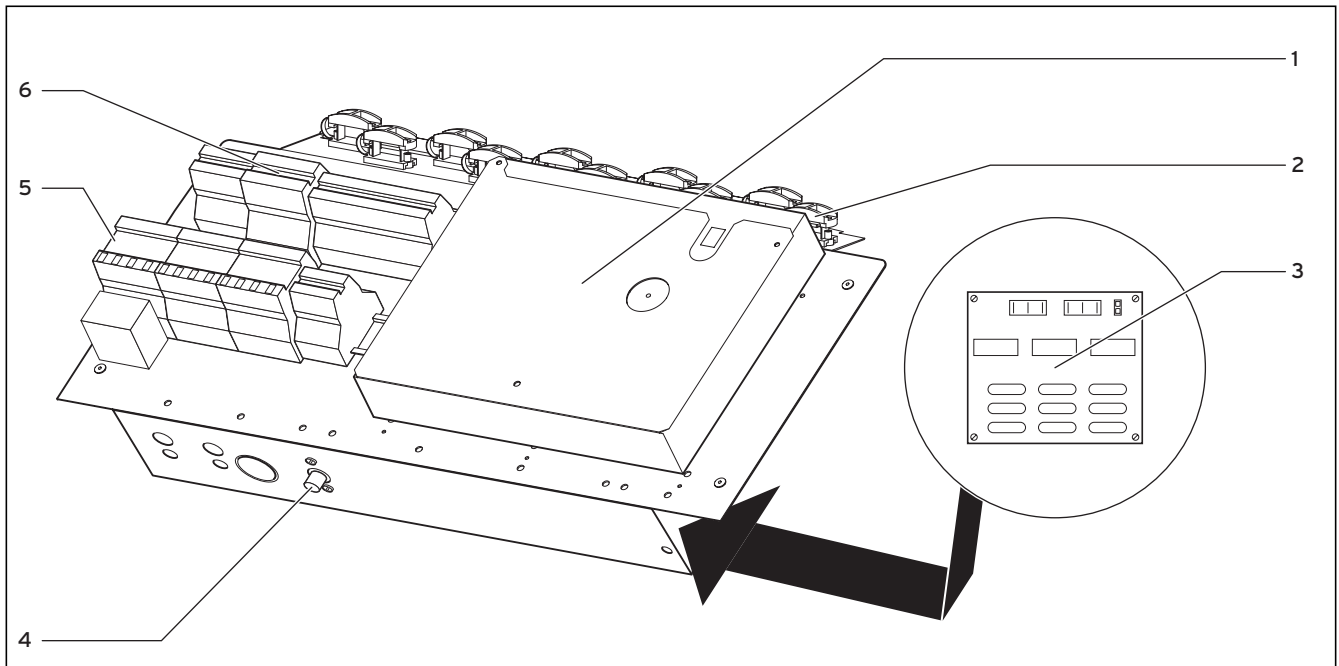

Bild 6.1 Kopplingsbox
- Blanda vatten och frostskyddsmedel i en behållare (t.ex en plastdunk, se bild 6.1, pos. **66**). Blanda till föreskriven koncentration. Var mycket noggrann vid blandningen.
Teckenförklaring till bild 6.1
Ett motorskydd i värmepumpen (se bild 6.1, pos. 5) skyddar den externa brunnspumpen mot överbelastning.
- Montera startströmsbegränsarens kretskort under reglerkretskortet (se bild 6.1) enligt startströmsbegränsarens bruksanvisning.